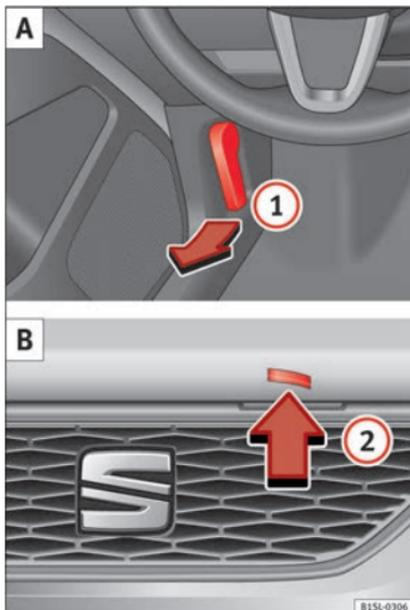

Abb. 105 A: Entriegelungshebel im Fußraum auf der Fahrerseite. B: Entriegelungshebel an der Motorraumklappe.
- Entriegelungshebel (1) in Pfeilrichtung ziehen » » **Abb. 105 A**. Die Motorraumklappe